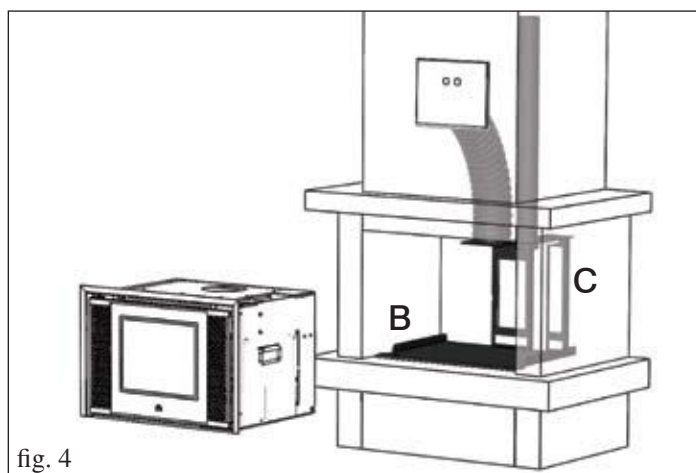

fig. 4
• Installer la plaque d'appui (**B**) du kit dans la position définitive d' INPELLET 49 (fig. 4). Fixer la plaque (**B**) avec les boulons fournis.